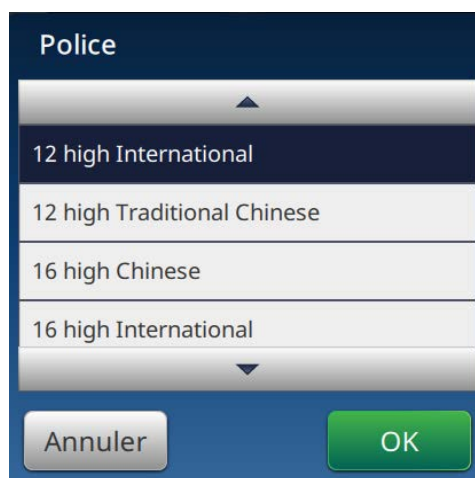

Figure 5-27 : Écran de saisie de la taille de police
28. Appuyez sur le bouton *Police* et sélectionnez « 12 High International » dans la liste déroulante, tel qu'illustré dans la Figure 5-27. Appuyez sur le bouton .